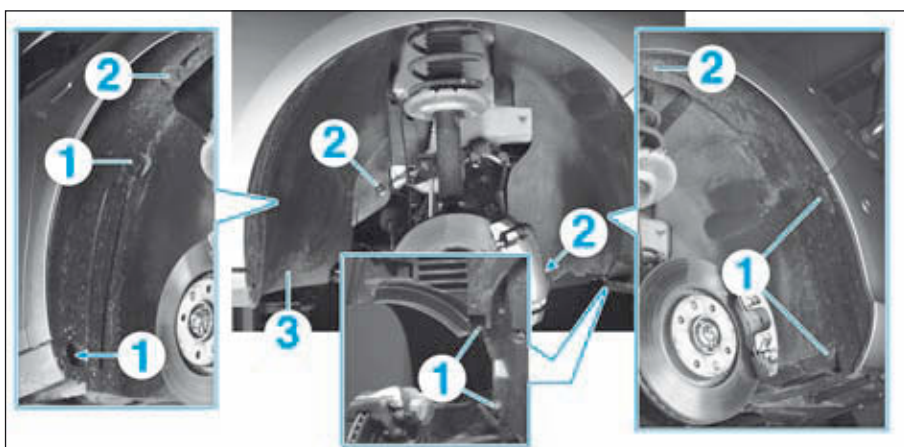

FIG.86
- Déposer, de chaque côté (Fig.86) :
- les vis (1),
- les agrafes (2),
- le pare-boue avant (3).
- Déposer, du côté concerné (Fig.86) :
- le pare-boue avant (3),